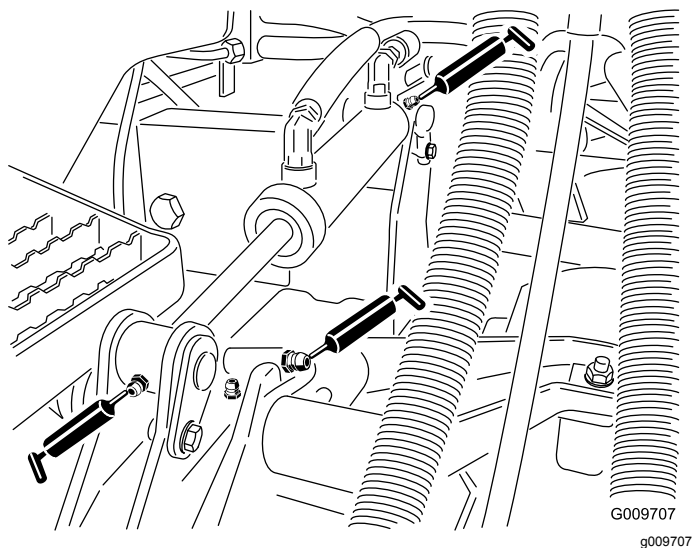

Figura 22
- Boccole (1 per piatto di taglio) del braccio di sollevamento (Figura 22).
- Boccole (2 per piatto di taglio) del cilindro di sollevamento (Figura 22).